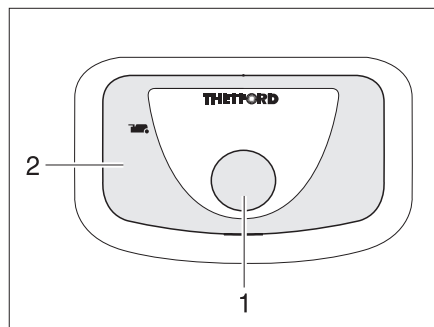

Fig. 158 Bouton pour la chasse d'eau/
- Pour actionner la chasse d'eau, appuyer sur le bouton bleu (Fig. 158,1).
Le voyant de contrôle (Fig. 158,2) s'allume lorsque la cassette Thetford doit être vidée.